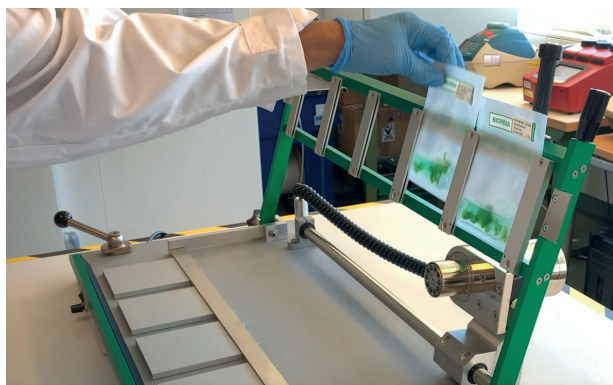

Abb. 2
- Führen Sie bis zu 5 Extraktionsbeutel in das offene Gestell ein (siehe Abb. 2).